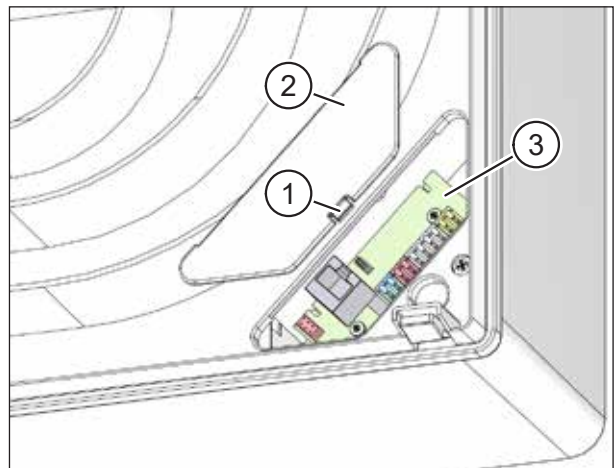

Abb. 3: Netzwerkdeckel abnehmen
- ▶ Drücken Sie den Rasthaken (Pos. 1 in Abb. 3) des Netzwerkdeckels leicht zur Gerätemitte und heben Sie den Netzwerkdeckel ab. Die Modbus-Platine (Pos. 3 in Abb. 3) befindet sich unter dem Netzwerkdeckel.
- ▶ Setzen Sie den Netzwerkdeckel (Pos. 2 in Abb. 3) wieder ein.